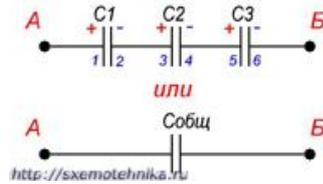

Рисунок 1. Последовательное соединение конденсаторов.
1. Собрать электрическую цепь, рис. 1
Если же соединение конденсаторов в батарею производится в виде цепочки и к точкам включения в цепь непосредственно присоединены пластины только первого и последнего конденсаторов, то такое **соединение конденсаторов** называется **последовательным** (рисунок 1).